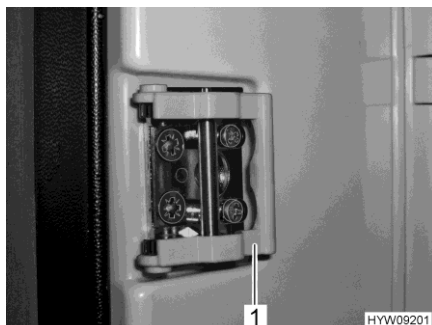
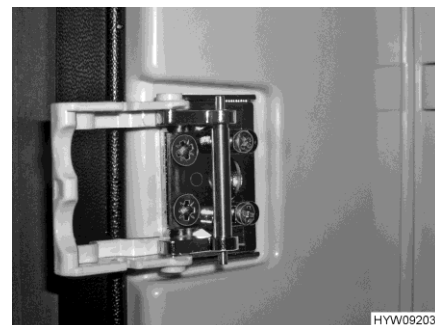

Fig. 162 Dispositivo di chiusura (posizione normale) (alternativa)
Fig. 163 Dispositivo di chiusura (posizione di ricircolo d'aria) (alternativa)
- Ruotare la staffa (Fig. 160,1 o Fig. 162,1) in avanti (Fig. 161 o Fig. 163). Quando verrà chiusa, la porta del frigorifero rimarrà ferma in posizione socchiusa, lasciando una fessura.
A seconda del modello, il frigorifero può essere dotato anche di un dispositivo di chiusura, come quello illustrato in Fig. 162 e Fig. 163.